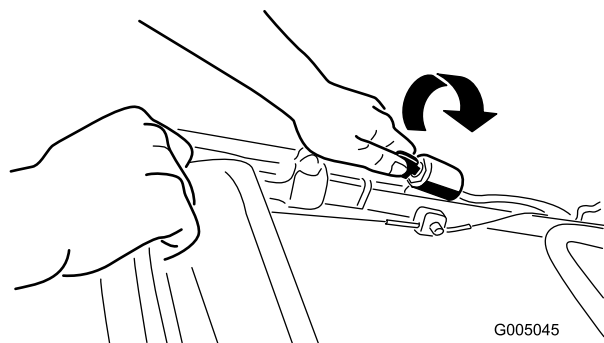
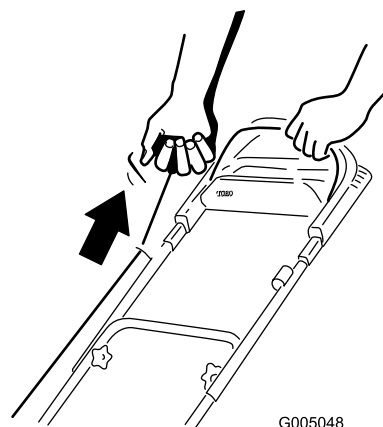

Figura 15
Figura 16
2. Gire la llave de contacto (Figura 15) (modelos de arranque eléctrico solamente) o tire del arrancador de retroceso (Figura 16).